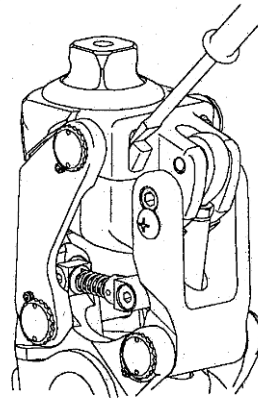

Abb. 12 :
- b) Flexionsanschlag aus Gummi (Abb. 12)